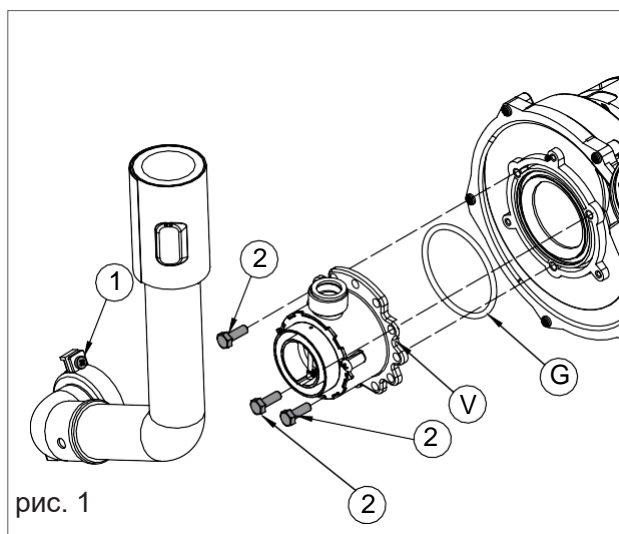
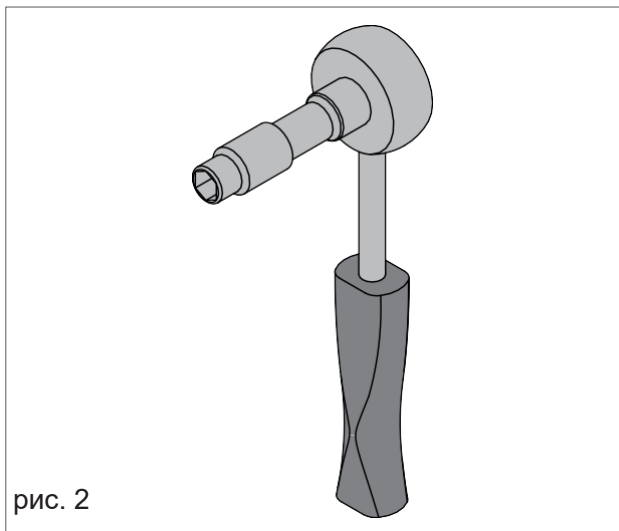

рис. 1
рис. 2
- › Выньте два винта (поз. 1 на рис. 1) из крепежной втулки и снимите трубу забора воздуха.
- › Снимите три крепежных винта (поз. 2 на рис. 1), удерживающие трубку Вентури (V на рис. 1) при помощи ключа размера 10, как показано на рис. 2.
- › Соберите детали. Для этого выполните описанные выше операции в обратном порядке. Убедитесь, что прокладка (поз. G) установлена так, как показано на рис. 1.
ТРЕХСТУПЕНЧАТУЮ ШКАЛУ, ОТОБРАЖАЮЩУЮ ИЗМЕНЕНИЕ УРОВНЯ МОЩНОСТИ НАГРЕВА КОТЛА (РИС.2).